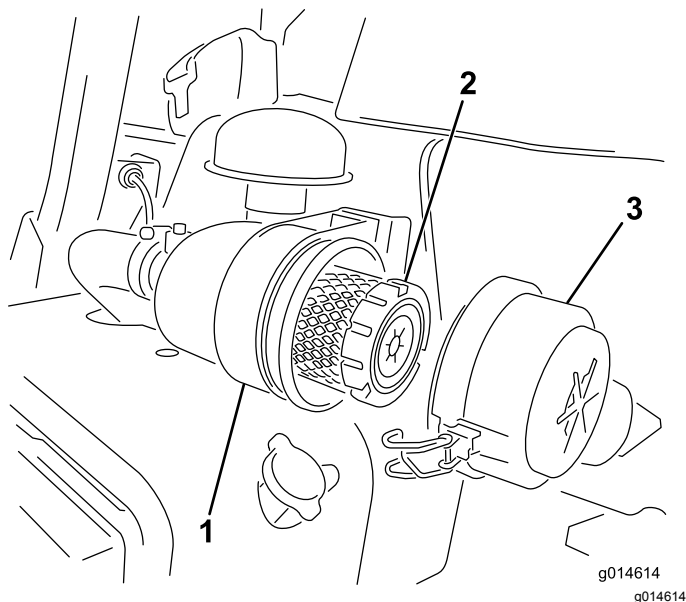

Bild 39
1. Lösen Sie die Riegel, mit denen die Abdeckung des Luftfilters am Luftfiltergehäuse befestigt ist (Bild 39).
7. Befestigen Sie die Laschen (Bild 39).